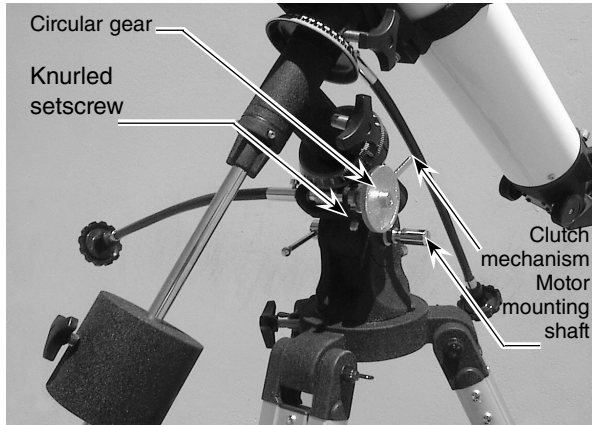

Abbildung 4. Bei der Orion EQ-2-Montierung sind viele Teile des EQ-2M-Motorantriebssystems vorinstalliert.
1. Viele der Teile für das EQ-2M-Motorantriebssystem sind an Ihrer EQ-2-Montierung vorinstalliert. Das Abtriebszahnrad am rechten Ende der Schneckenradwelle für die RA-Achse, der auffällig geformte Kupplungsmechanismus, die Montagewelle für den Motor und die Rändelschraube direkt unterhalb des Schneckengetriebes für die RA-Achse gehören alle zum Antriebssystem (siehe **Abbildung 4**).